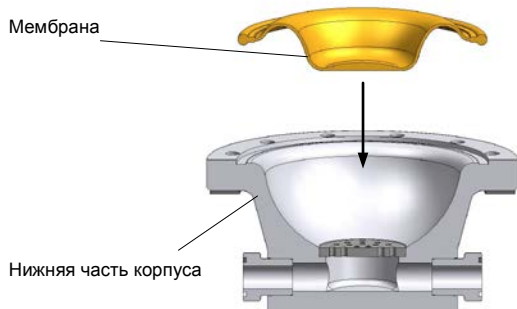

Рис. 26 Замена мембраны (исполнение из пластмассы)
- Вставить новую мембрану выпуклостью вниз (см. рис. 26).